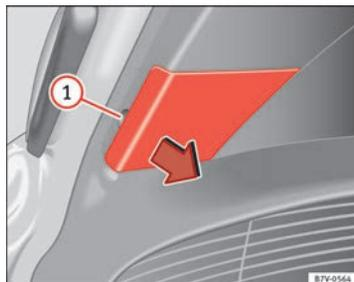

Fig. 211 En el portón trasero: Quitar la cubierta.
3. Extraiga la cubierta cuidadosamente haciendo palanca con la parte plana del destornillador de las herramientas de a bordo (⇒ fig. 200) por el rebaje ⇒ fig. 211 ①.